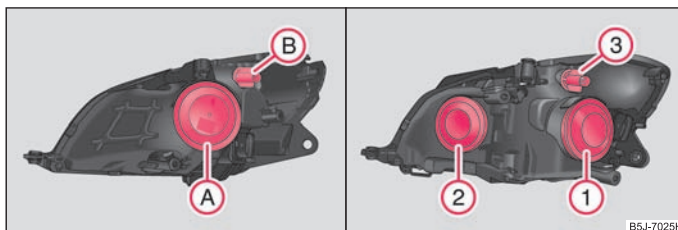

Fig. 167 Poziția de montare a becurilor: Faruri cu halogen / Proiectoare cu halogen
Pozițiile becurilor în farurile cu halogen ⇒ fig. 167 stânga și în proiectoarele cu halogen ⇒ fig. 167 dreapta.
- Scoateți capacul de protecție Ⓐ ⇒ fig. 167.
- Scoateți capacul de protecție ① ⇒ pagina 199, fig. 167 din dreapta.
- Scoateți capacul de protecție ② ⇒ pagina 199, fig. 167 din dreapta.
- Rotiți soclul ⑧ (far cu halogen) ⇒ pagina 199, fig. 167, respectiv soclul ③ (proiectoare cu halogen) spre stânga și extrageți-le împreună cu becul cu incandescență pentru lumina de semnalizare.
- Extrageți capacul de protecție ①A (faruri cu halogen), respectiv ② proiectoare cu halogen) ⇒ pagina 199, fig. 167.